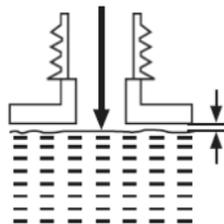

Fig. 14
3. Encha um lubrificante adequado no depósito utilizando um funil de óleo com filtro, para evitar a entrada de detritos no depósito. Não encha demasiado e deixe, no mínimo, 5 mm de espaço entre a parte superior do óleo e o rebordo interior do depósito para permitir a expansão (Fig. 14).